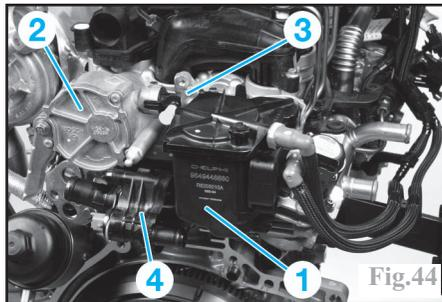
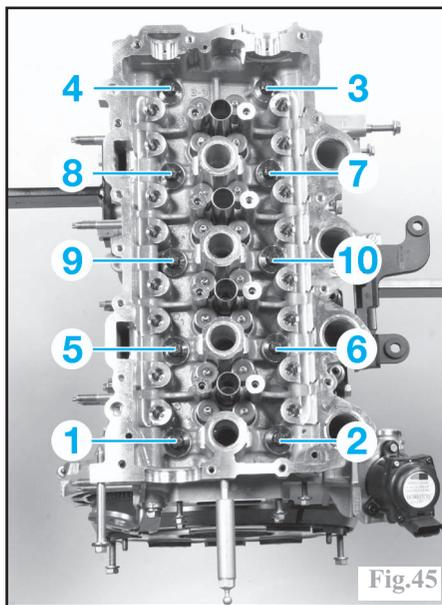

Fig.44
Fig.45
- le filtre à gazole (1) (Fig.44) (voir opération concernée).
- la pompe à vide (2).
- le support de filtre à gazole (3).
- le boîtier d'eau (4).
- les vis de culasse dans l'ordre indiqué (Fig.45).